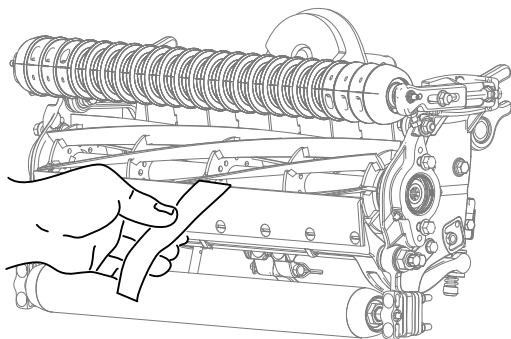

Figura 7
2. Pruebe el rendimiento de corte insertando una tira larga de papel de prueba del rendimiento de corte (Pieza Toro N.º 125-5610) entre el molinete y la contracuchilla, perpendicular a la contracuchilla (Figura 7). Gire el molinete lentamente hacia adelante; debe cortar el papel.